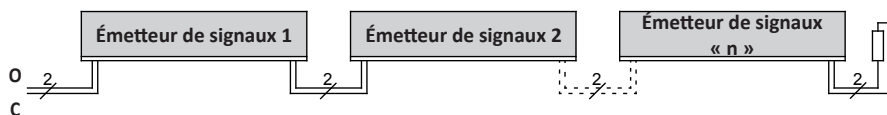

Figure 1 : Câblage de plusieurs émetteurs de signaux, exemple de la barre palpeuse
8.4 Raccordement de plusieurs émetteurs de signaux par circuit de signal (figure 1)
Un ou plusieurs émetteurs de signaux peuvent être raccordés sur l'entrée d'émetteur de signaux **O** ou **C**. Pour cela, les émetteurs de signaux individuels sont montés en série comme illustré (figure 1).